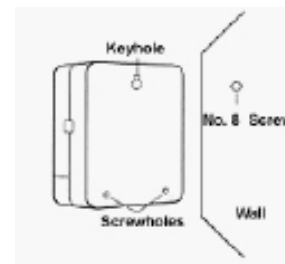

FIGURA 15: Montaggio del timer
- Avvitare nel muro una vite N° 8 attraverso ognuno dei due fori presenti nella parte inferiore della scatola nella parete [vedere figura 15].